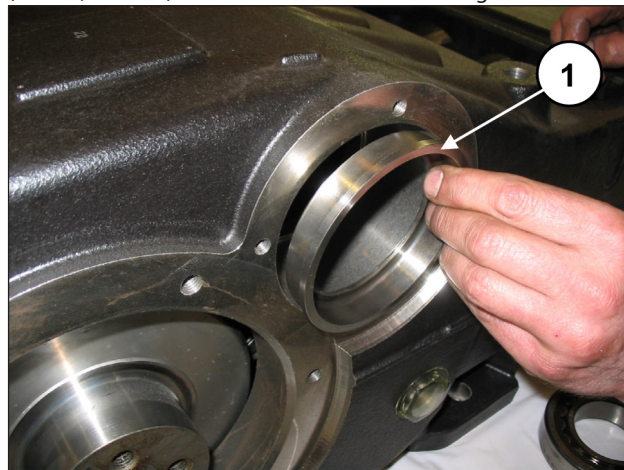
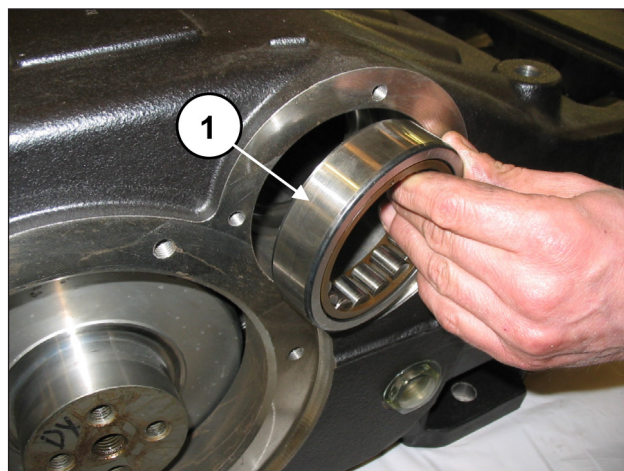

Abb. 53
Abb. 54
Setzen Sie auf einer Seite des Gehäuses die Schmierbuchse der Lager (Pos. ①, Abb. 53) und einen Außenring des Lagers (Pos. ①, Abb. 54) mithilfe eines Dorns mit Schlagwerk ein.